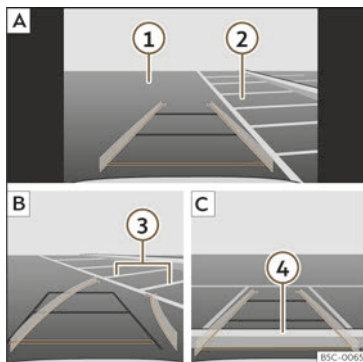

Abb. 170 Anzeige auf dem Bildschirm des Infotainment-Systems: Einparken mit dem Rückfahrassistenten.
Legende zur >>> (Abb. 170):
- Bringen Sie das Fahrzeug vor die Parklücke >>> (Abb. 170) ② **A**.
- Fahren Sie rückwärts und drehen Sie das Lenkrad so, dass die gelben Linien in die Parklücke weisen. Die grünen und gelben Linien müssen mit den seitlichen Begrenzungslinien übereinstimmen ③ **B**.
- Halten Sie das Fahrzeug an, wenn die rote Linie die hintere Begrenzung erreicht hat ④ **C**.